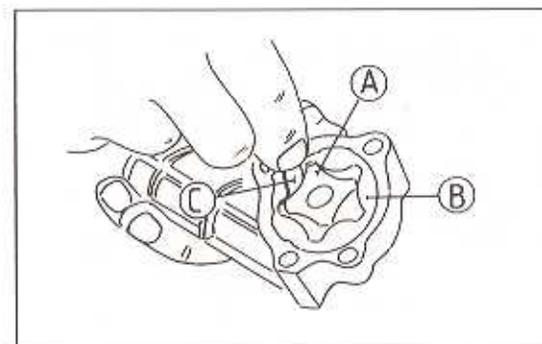

Bild 140
- Mit der Blattlehre das Spiel zwischen den Rotoren messen (Bild 140).